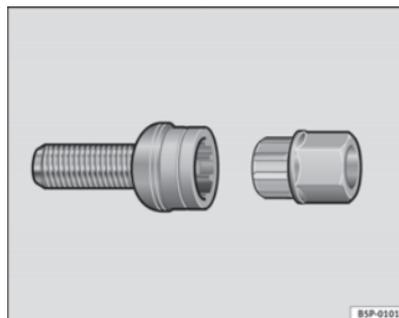

Fig. 183 Tornillo anti-robbo de la rueda
- Coloque el adaptador hasta el tope en el tornillo antirrobo de la rueda ⇒ página 265, fig. 183.